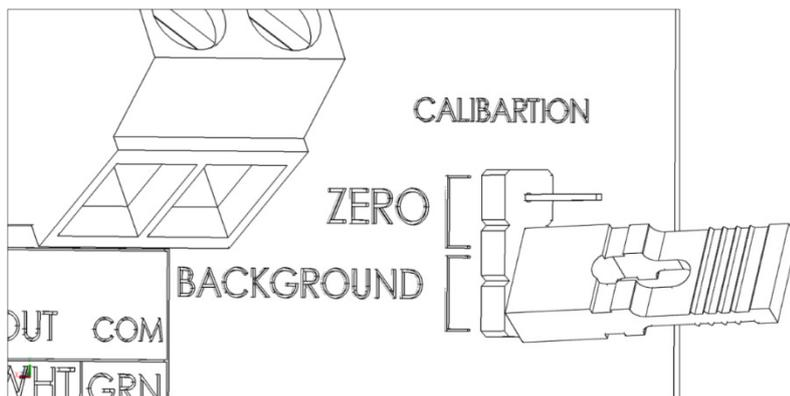

图18: 短接跳线
5. 使用提供的跳线，短接Background跳线10秒，如图 18.所示。